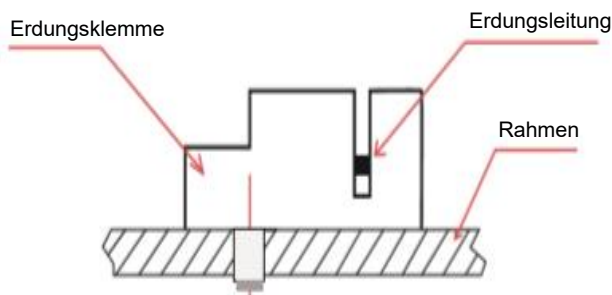

Abbildung 2
- Wie in **Abbildung 2** gezeigt, besteht die Erdungsklemmenbaugruppe aus einem Schieber, einem Sockel und einer selbstschneidenden Schraube oder einer 8-32-Schraube und einer Sechskantmutter. Die Erdungsklemme ist für nicht isolierte Kupfermassivdrähte der Größen 10 oder 12 AWG geeignet.